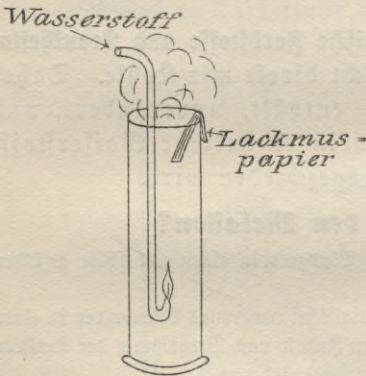

Fig. 25.
**Versuch 1** (Fig. 25): Setze eine Wasserstoffflamme (§ 5, e), die aus einem gebogenen und zu einer Spitze ausgezogenen Rohre brennt, langsam bis zur Mitte